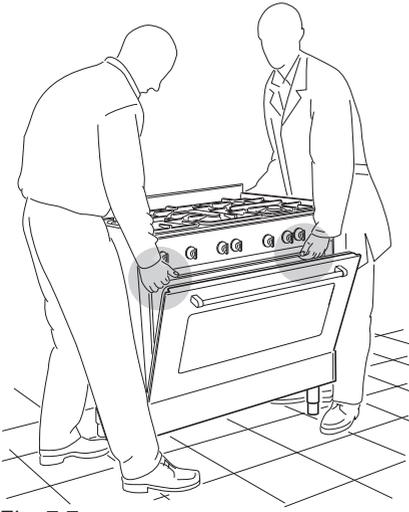
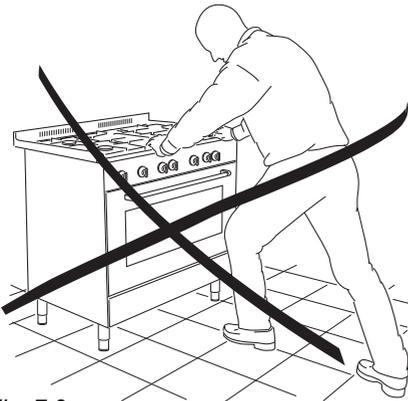

Fig. 7.7
Fig. 7.9
**ATTENZIONE:** La cucina deve essere sempre raddrizzata da due persone per evitare di danneggiare i piedi (fig. 7.7).
**ATTENZIONE :** Quando si sposta la cucina nella sua posizione definitiva, **NON TRASCINARLA** (fig. 7.9), ma sollevare i piedi dal pavimento (fig. 7.7).